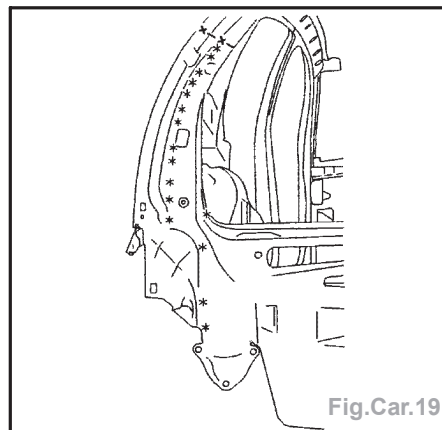

Fig.Car.19
- Dégraffer les points à l'aide d'une fraise de Ø 8 mm (Fig.Car.19/20).
- par points électriques et cordon MAG (Fig.Car.19/20),
- par points bouchons MAG (Fig.Car.19).